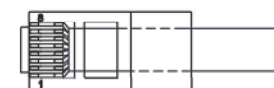

Рис.2 Обжимка вилки RJ45 на кабель кат.5е
2. Подключить патч-корд от IP-камер к устройствам защиты УЗЛ-ЕП («Линия») кабелями UTP кат.5е (в комплект поставки не входят; обжимка кабелей производится по стандарту TIA/EIA 568В (рис.2)).
Температура отключения питания аппаратуры устанавливается переключателем «Откл. аппаратуры», температура включения обогрева устанавливается переключателем «Вкл. обогрева», температура включения вентилятора устанавливается переключателем «Вкл. вентилятора» (рис.2). Производителем выставлены следующие значения: